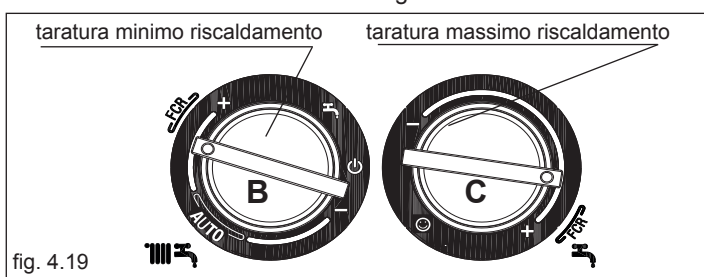

fig. 4.19
- ruotare la manopola di regolazione temperatura acqua riscaldamento **B** (fig. 4.19) fino a raggiungere il valore di minimo riscaldamento come indicato nella tabella multigas
- ruotare la manopola di regolazione temperatura acqua sanitario **C** (fig. 4.19) fino a raggiungere il valore di massimo riscaldamento come indicato nella tabella multigas